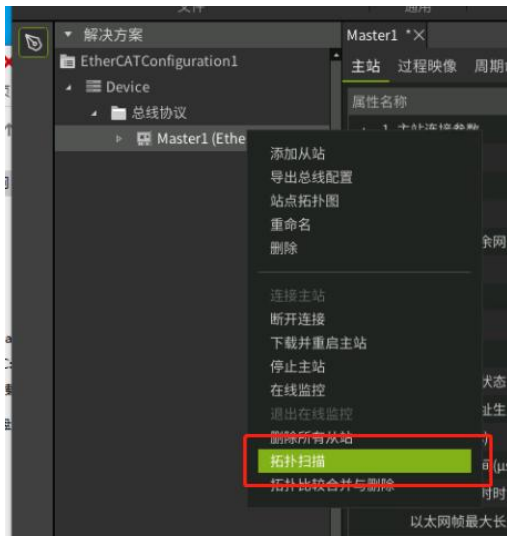
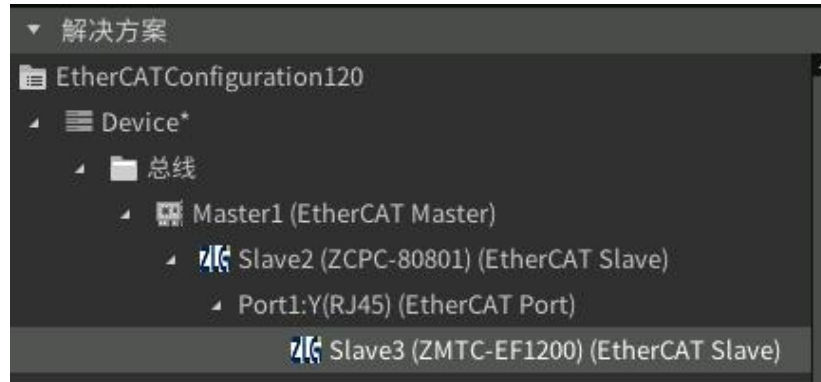

图 4.5 扫描从站
图 4.6 从站扫描结果
(4) 扫描从站设备，通过选中主站节点，右键菜单中“拓扑扫描”功能，如图 4.5所示。扫描总线上的从站设备，扫描结果如下图 4.6所示。